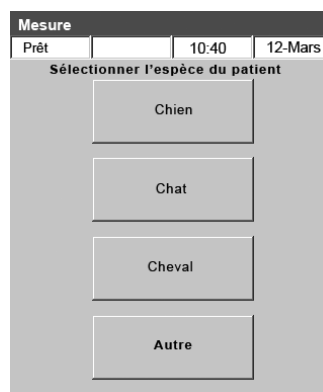

Figure G-5 : Écran "Analyse > Sélectionnez l'espèce du patient"
2. Sélectionnez l'espèce (Figure G-5).